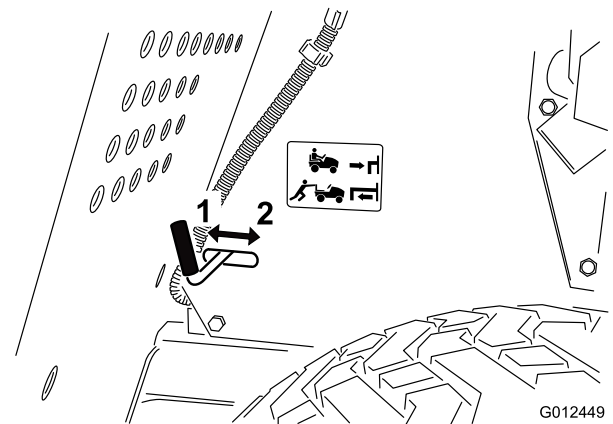

Figure 14
7. Tirez sur la commande d'engagement de la transmission (située à l'arrière de la machine) pour désélectionner la position de poussée (Figure 14).
2. Poussez la commande de transmission en position de fonctionnement (Figure 14) pour embrayer la transmission.